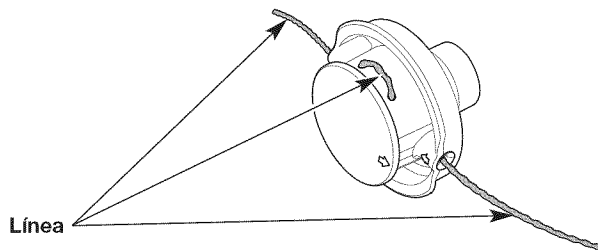

Fig. 16
- Hale los extremos de la línea hasta que la misma esté apretada contra el cabezal de corte. Asegúrese de que los extremos de la línea sean de igual longitud (Fig. 16).